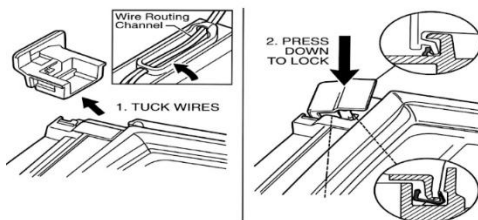

Fig 2
2. Porta la copertura dell'angolo rimosso all'angolo opposto del telaio della porta, dove ora si troverà il cablaggio. Infilare o infila saldamente il cablaggio della porta nel canale designato all'interno del coperchio di plastica. Allinea il coperchio sulla nuova fessura d'angolo e premi saldamente finché non scatta piatto e a filo contro il telaio della porta. (Fig. 2)
2. Lascia cadere il perno della cerniera superiore direttamente nell'apertura all'angolo superiore del meccanismo della cerniera della porta. Usa le dita per premere tutto fino a farlo fermare al suo posto. (Fig. 2)